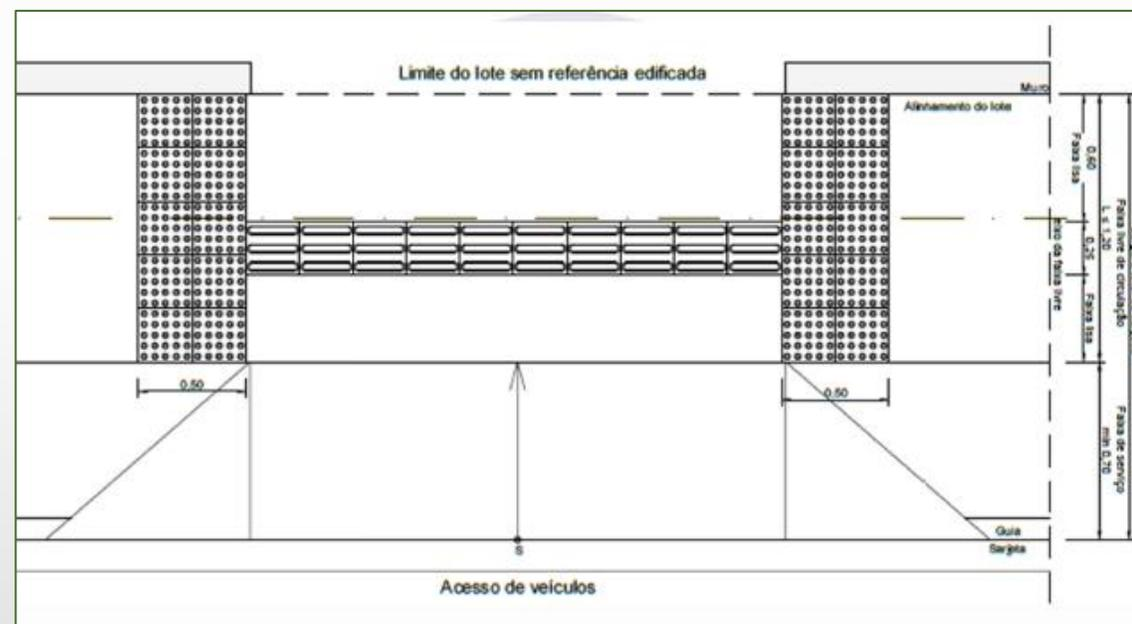

Figura 63 – Ausência ou descontinuidade de referência edificada em calçadas estreitas
c) em calçadas existentes com faixa livre com largura menor ou igual a 1,20 m, a orientação do deslocamento pode ser realizada a partir das referências edificadas. Quando da ausência ou descontinuidade de referência edificada, a sinalização tátil direcional deve ser posicionada no eixo da faixa livre, mantendo-se a orientação do percurso. Antes do início e após o término da sinalização tátil direcional, deve ser aplicada sinalização tátil de alerta com 0,50 m de largura, transversalmente à calçada, conforme a Figura 63;